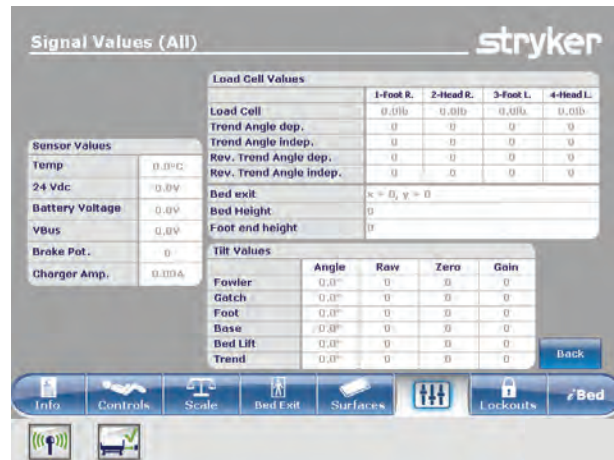

Figure 2-93 : Valeurs de signal
**Signal Values** (Valeurs de signal) : Affiche la liste de tous les capteurs avec leurs valeurs de signal actuelles (Figure 2-93 à la page 2-90).